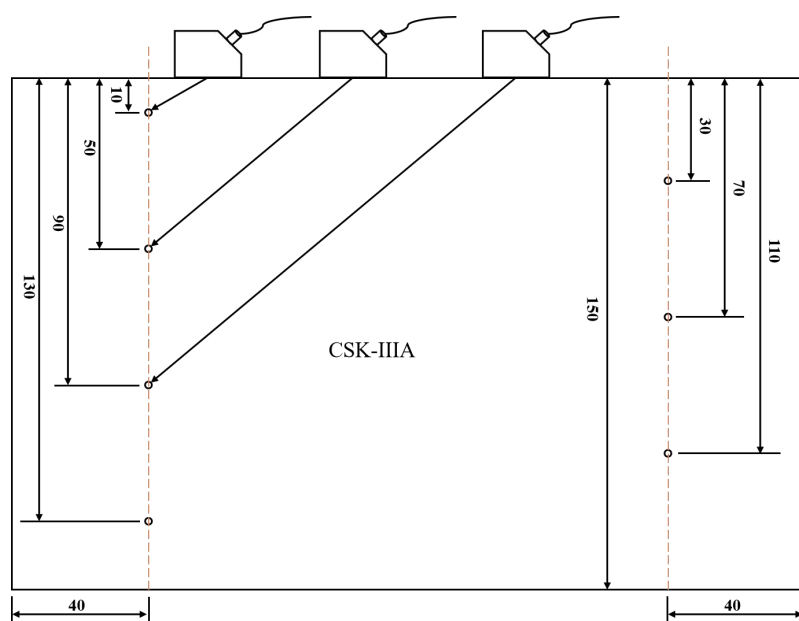

图 4.4 绘制 DAC 曲线时斜探头放置区域
①参考第 4.1.2 节内容，进行横波斜探头的声速、零偏和 K 值的自动校准。
①常用功能界面中，点击【曲线功能】，点击功能状态栏上的【制作】，仪器进入 DAC 曲线的测试点采取，屏幕左上角出现“测试点 0”；
②将斜探头放置在 CSK-III A 试块上，对准试块上的反射孔，缓慢移动探头直至找出该孔的反射回波，如图 4.4 所示；